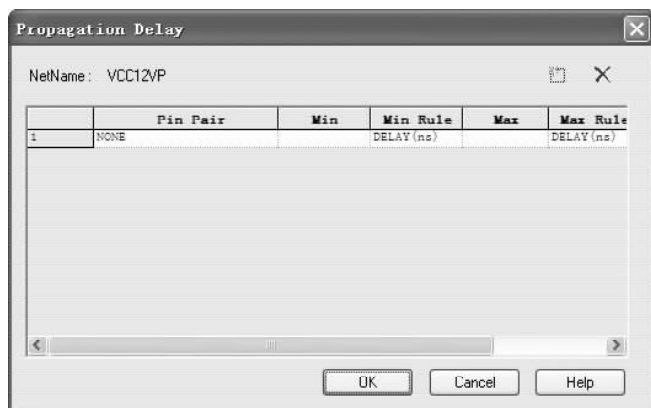

图 5-32 传输延迟对话框（一）
5) 在“PROPAGATION_DELAY”属性上选择“Invoke UI（调用 UI）”命令，弹出一个传输延迟的对话框，如图 5-32 所示。